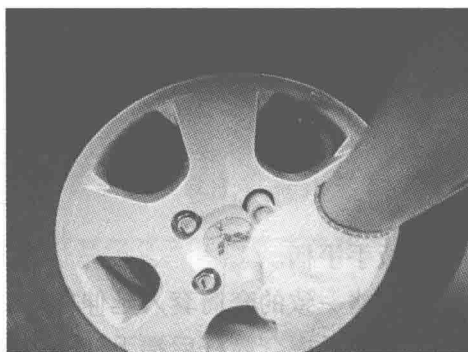

图 1-1-7 套筒扳手的使用
4) 使用棘轮手柄时, 要朝自己方向用力拉动手柄 (图 1-1-7)。